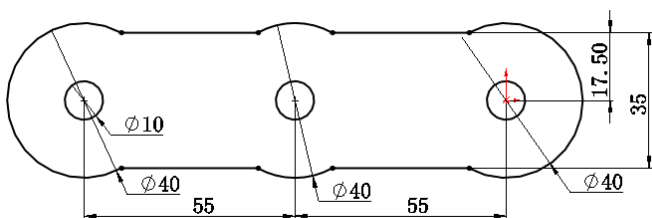

图 13-73 绘制草图 1
(1) 新建文件。启动 SolidWorks 2012, 选择菜单栏中的“文件”→“新建”命令, 或者单击“标准”工具栏中的 (新建) 按钮, 在弹出的“新建 SolidWorks 文件”对话框中选择 (零件) 按钮, 然后单击“确定”按钮, 创建一个新的零件文件。
(2) 绘制草图 1。在左侧的“FeatureManager 设计树”中用鼠标选择“前视基准面”作为绘制图形的基准面。单击“草图”工具栏中的 (圆) 按钮、 (直线) 按钮和 (剪裁实体) 按钮, 绘制并标注草图如图 13-73 所示。